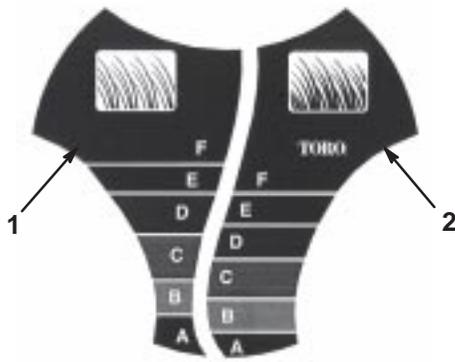

Bild 10
Das *SmartWheel*™ weist zwei Schnitthöhenkalen auf: **Dünn/Normal** und **Satt** – damit Sie bei jedem Rasenzustand immer das beste Ergebnis erzielen (Bild 10). Benutzen Sie die **Dünn/Normal**-Skala während der warmen Sommersaison für den Großteil Ihres Mähbedarfs. Die **Satt**-Skala dient ausschließlich starkem, nassem und satterem Graswuchs, den Sie am häufigsten im Frühjahr antreffen.
2. Bewegen Sie den Rasenmäher aufs Gras; Schieben Sie den Rasenmäher nicht mehr weiter, wenn das *SmartWheel*-Motiv an einem der Hinterräder aufrecht steht (Bild 10).